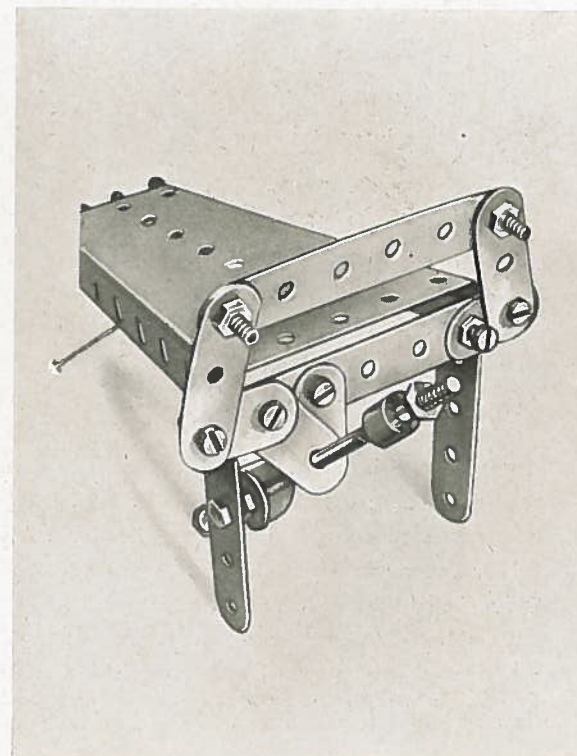

Fig. 7b
2. **Motorhaube** mit Sichtscheibe und Lagerung der Lenkspindel wird nach Fig. 7b gebaut. Eine Sektorplatte B 28 wird vorne mit einem Lochband A 6 und hinten mit einem Lochband A 5 verschraubt. Dabei werden zwei Laschen, die etwas nach unten gebogen sind, als oberes Lenkspindellager angeschraubt.